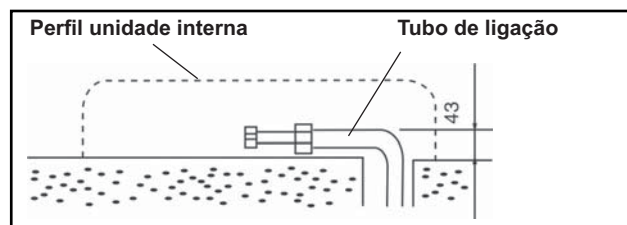

FIGURA 17 - TUBO DE CONEXÕES
- * Dobrar o tubo de conexão para que a saliência máxima não ultrapasse 43 mm de altura da parede. Veja figura 17.